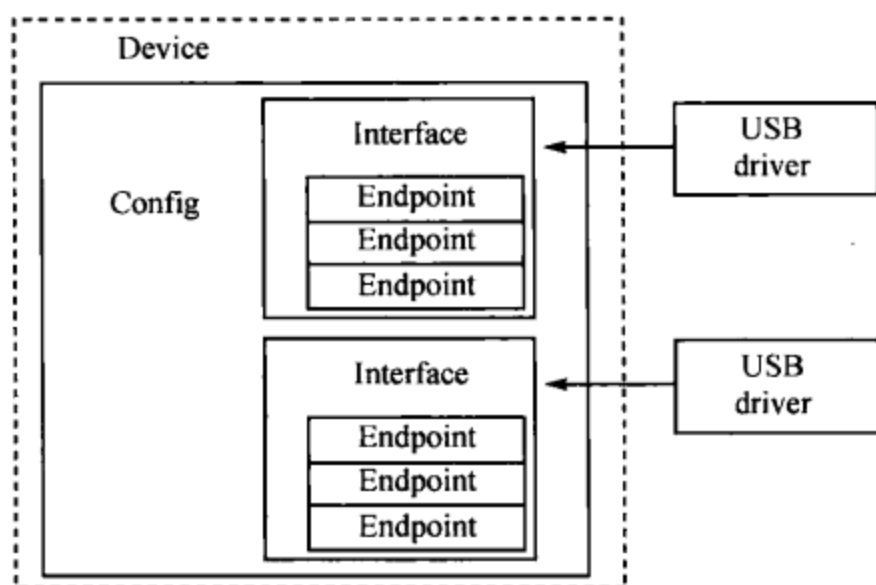

图 12-13 USB 设备基本概念示意图
1. USB 规范中规定的标准概念由 Linus USB core 来实现处理(图 12-13)